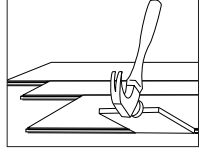

Figure 11
- Il peut être nécessaire d'aligner les planches à l'aide d'un morceau de bois de rebut (Figure 11 - en le gardant vers le bas pour éviter d'endommager le bord de la planche.)